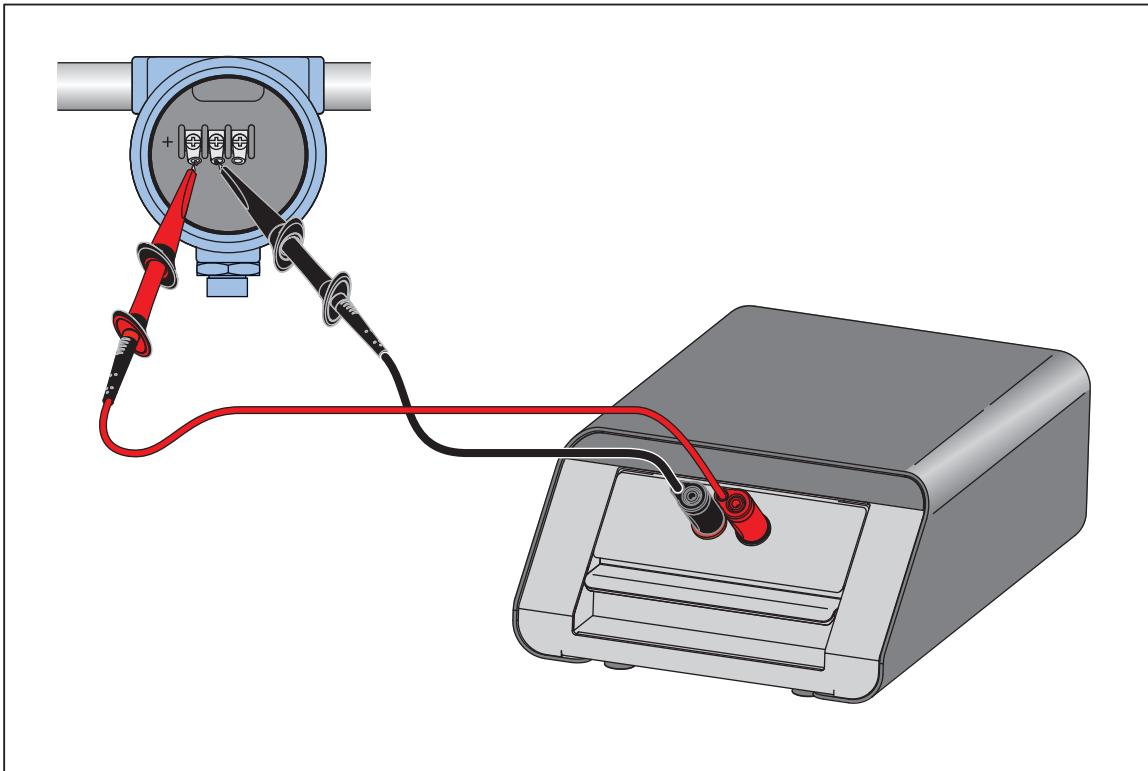

Figure 2. Connexion du transmetteur
1. Branchez les cordons de test du Produit aux bornes correspondantes sur l'appareil HART. Respectez la polarité. Voir la figure 2.